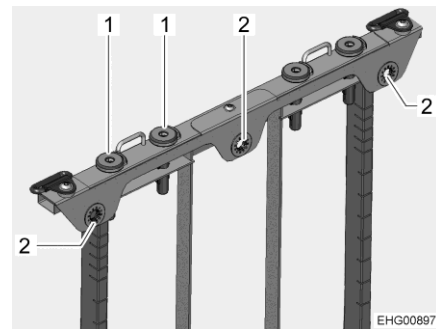

Fig. 12 Regolazione poggiatesta
- Tirare con decisione in avanti il cuscino nella zona spalle, per staccarlo dai tre attacchi a clip (Fig. 12,2).
- Tirare verso l'alto il poggiatesta o spingerlo verso il basso finché non si innesta nelle boccole guida (Fig. 12,1).